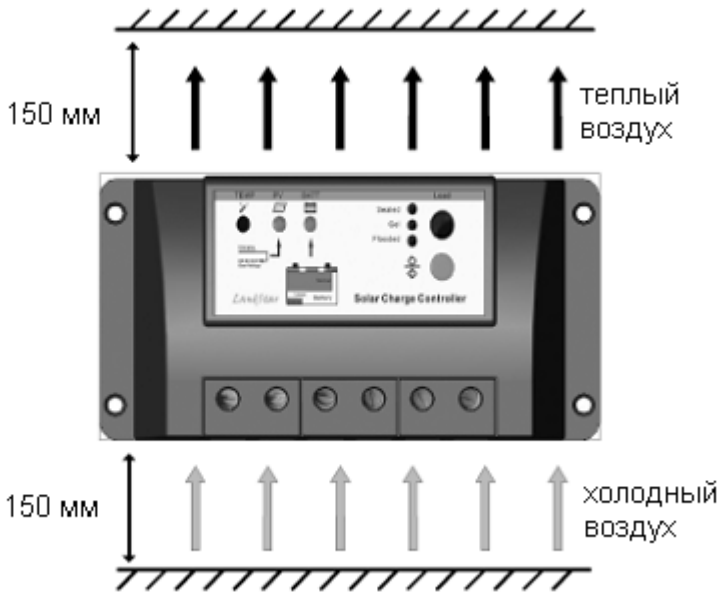

Рис.2. Установка контроллера
**ПРИМЕЧАНИЕ:** Контроллер необходимо устанавливать на вертикальной поверхности, защищенной от прямых солнечных лучей, высокой температуры и воды. Над и под контроллером необходимо оставить как минимум 15 см свободного пространства для беспрепятственной циркуляции воздуха (рис.2).
**Шаг 1:** Выберите место установки (рис.2).
Убедитесь, что существует достаточно места для прокладки провода и имеется достаточно пространство выше и ниже контроллера для потока воздуха (рис.2)